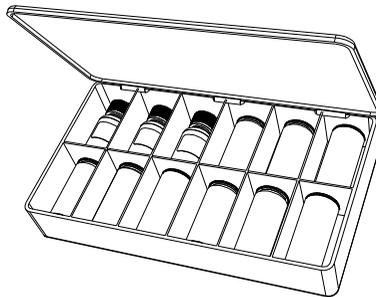

Figura 1-2 Il kit di calibrazione standard o a intervallo esteso
- Kit di calibrazione standard (codice fabbricante Evident: 86ACC-KIT [U8771068]); oppure kit di calibrazione a intervallo esteso (codice fabbricante Evident: 86ACC-ER-KIT [U8771069]) illustrato nella Figura 1-2 a pagina 29; oppure kit di calibrazione per sonda a basso profilo (codice fabbricante Evident: 86ACC-PR3-KIT [Q7800005]).